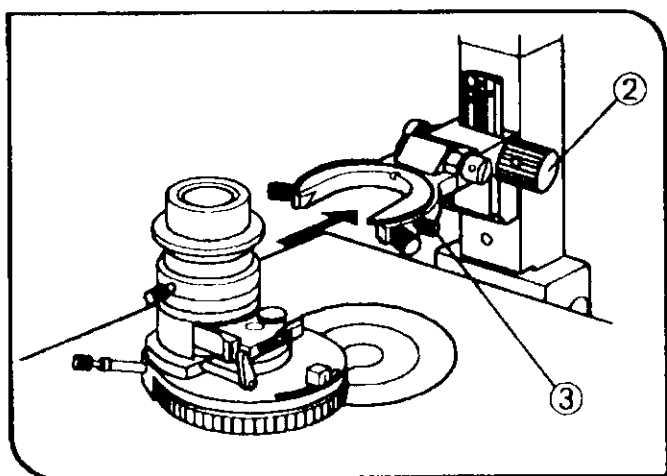

图 96
1. 转动聚光镜高度调节钮 2，将聚光镜升高到最高位置 (图 96)
2. 拧松聚光镜固定钮 3 (图 96)
4. 拧紧聚光镜固定钮 3 (图 96)